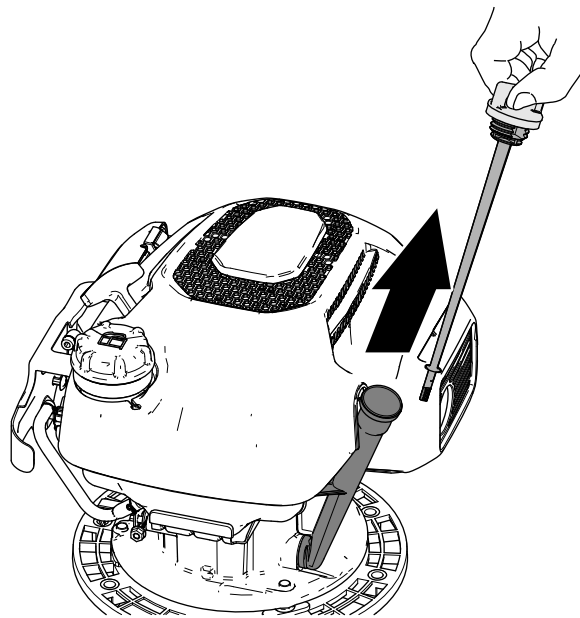

図 14
2. オイルフィルタの補給口からディップスティックを抜きウェスで一度きれいに拭く(図 14)。
5. ハンドルバーのフィッティングを上部ハンブローバーに固定する(図 14) ボルト $\frac{1}{4}$ x $1\frac{3}{4}$ " ロックナット $\frac{1}{4}$ "を使用する。